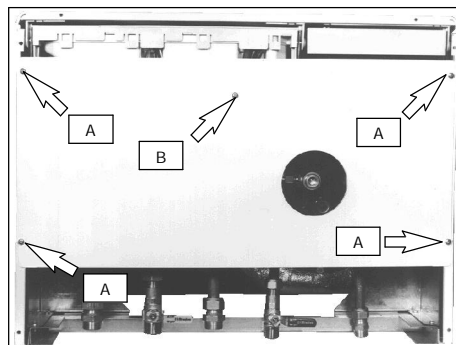

fig. 7.2
- 2 Allentare le viti "A" (fig. 7.2) e togliere il pannello laterale della caldaia.
- 3 Svitare le viti "A" e "B" (fig. 7.2) e togliere la protezione inferiore.